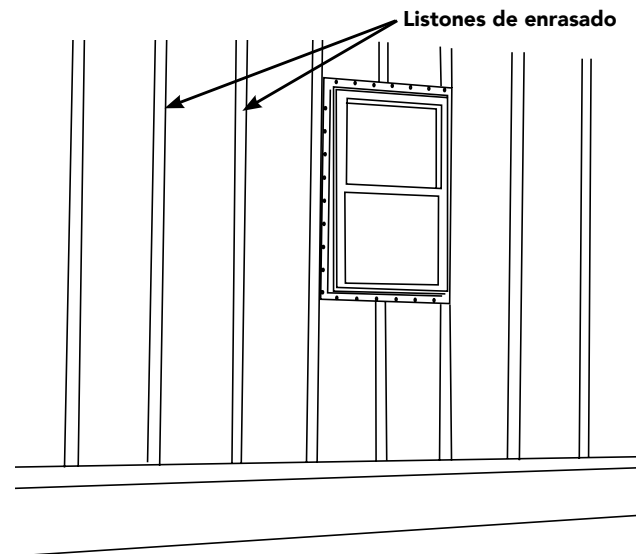

Figura 23
- Revise que todas las paredes estén uniformes y que estén instalados los tapajuntas en donde sea necesario. Cuando instale las tiras de tapajuntas, tome las medidas adecuadas para asegurarse que la superficie quede uniforme y continua (Figura 23).